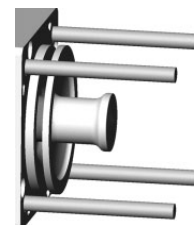

図9
4. 未使用のダイヤフラムを取り付ける際、ダイヤフラムのネジ部の損傷を防ぐため、斜めにならないよう、アクチュエーター・ハウジングにダイヤフラムを慎重に合わせます (図9)。ダイヤフラムの外側エッジを持ってアクチュエーター・ハウジング内部のシャフトにねじ込み、ダイヤフラムのハウジング側の面がシャフトに確実に当たるまで時計回りにまわして取り付けます (指締め)。その際、締め付け過ぎないようにご注意ください。